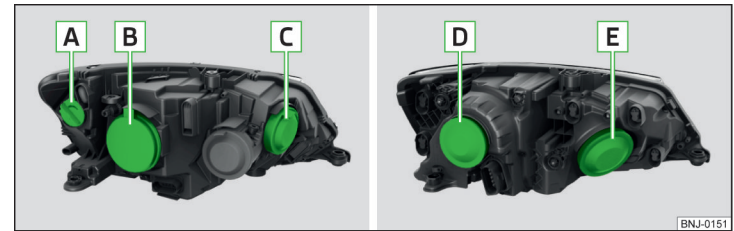

Abb. 300 Linker Frontscheinwerfer: Halogen- / Halogen-Projektor-scheinwerfer
Glühlampenordnung » Abb. 300
- › Die Schutzkappe **B** » Abb. 300 auf Seite 257 abnehmen.
- › Die Schutzkappe **B** » Abb. 300 auf Seite 257 einsetzen.
- › Die Schutzkappe **C** » Abb. 300 auf Seite 257 abnehmen.
- › Die Schutzkappe **C** » Abb. 300 auf Seite 257 einsetzen.
- › Die Schutzkappe **D** » Abb. 300 auf Seite 257 abnehmen.